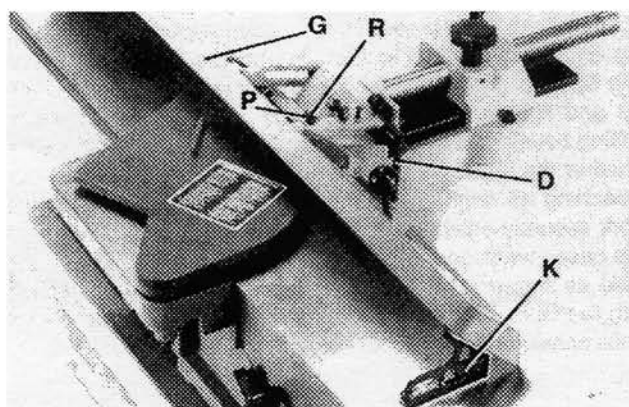

FIGURE 39
7. Inclinez le guide (G) Fig. 39, vers l'avant le plus loin possible et serrez la poignée de verrouillage (D). Placez un équerre (K) sur la table et contre le guide, vérifiez si le guide est à 45° vers l'avant de la table.
8. Si un ajustement est nécessaire, désérrez l'écrou de verrouillage (P) Fig. 39. Tournez la vis (R) jusqu'à ce que le guide est à 45° vers l'avant de la table.